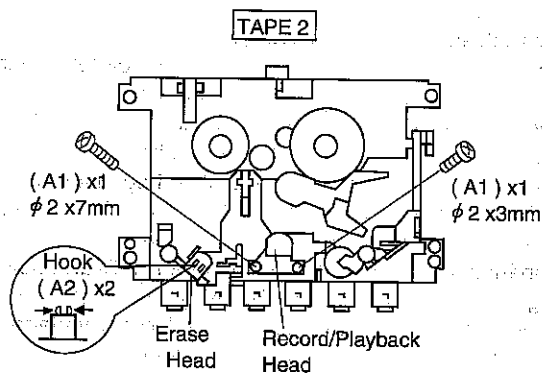

Figure 8-1
How to remove the record / playback, playback and erase heads (See Fig. 8-1, 8-2.)
2. Move the hook (A2) x 2 pcs., toward the center position as shown in Fig. 8-1. and then extract the erase head upward.
Entfernen der Aufnahme-/Wiedergabe- und Löschköpfe (Siehe Abb. 8-1, 8-2.)
2. Den Haken (A2) x 2 St. zur Mittelstellung hin wie in Abb. 8-1 bewegen und danach den Löschkopf nach oben herausziehen.
Comment enlever les têtes d'enregistrement/lecture et d'effacement (Voir Fig. 8-1, 8-2.)
2. Déplacer le crochet (A2) x 2 vers la position centrale (voir Fig. 8-1) et retirer la tête d'effacement par le haut.